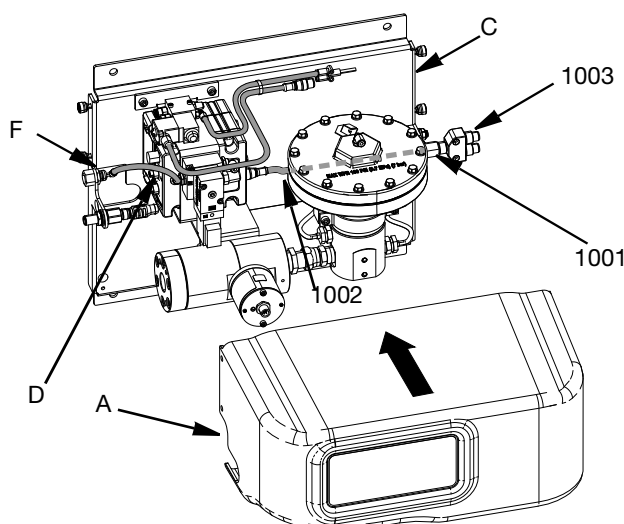

Рис. 9
5. Вставьте регулятор пневмолинии (D) в коленчатый фитинг для поступающего воздуха (F).
6. Установите сквозной соединитель M12 (1001) в монтажную пластину PCF (C).
8. Установите на место крышку PCF (A). См. Рис. 9.